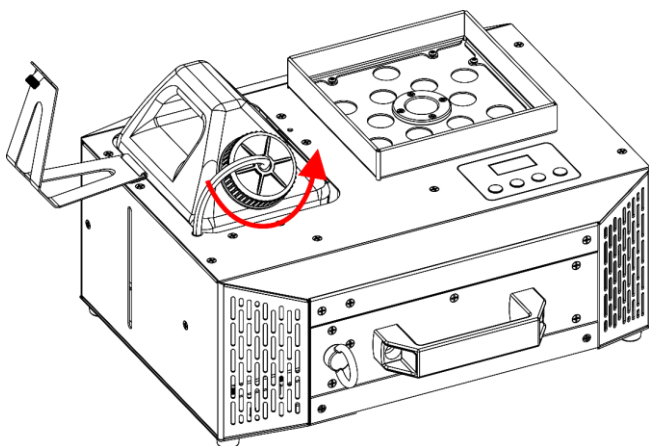

Fig. 40
- 04) Dévissez le bouchon du réservoir de liquide, comme indiqué sur la Fig. 40.